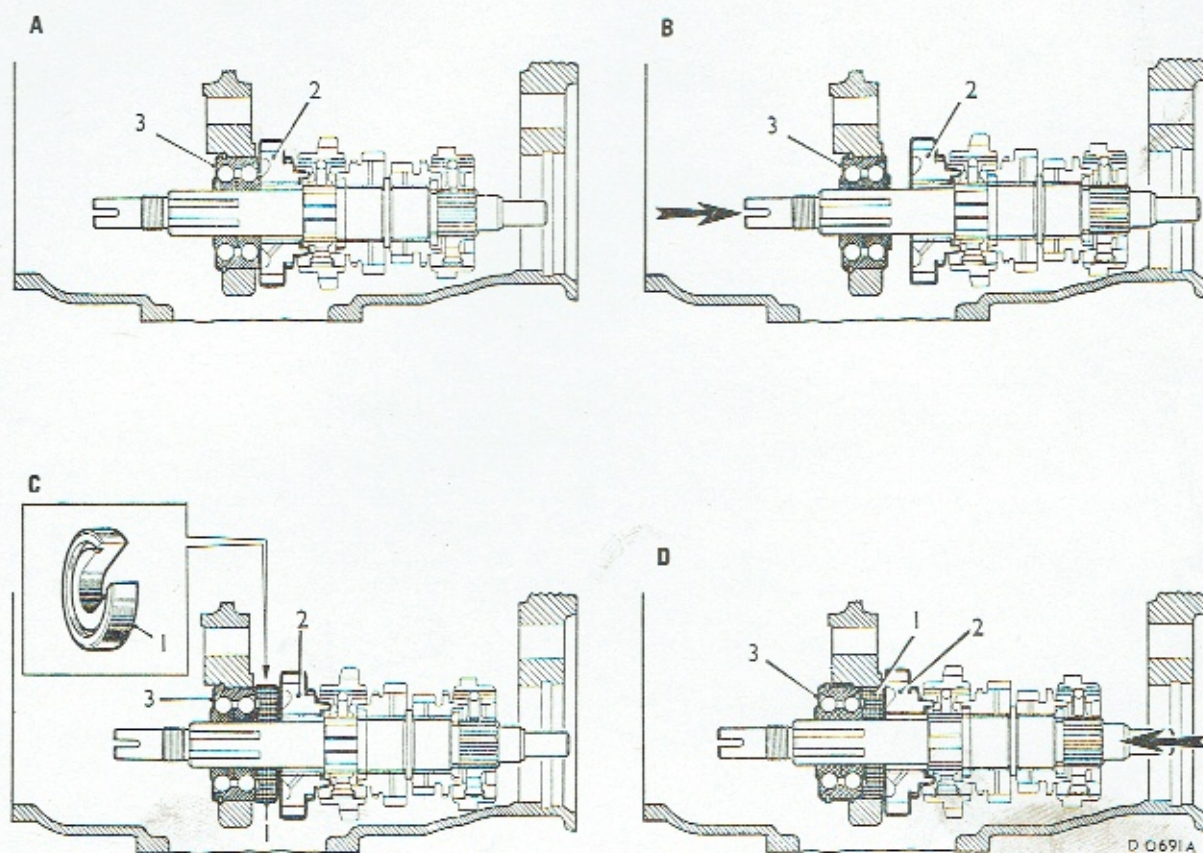

Fig. F.2
- 18) Der henvises til fig. F.2. Slå hovedakslen bagud, som vist ved pilen på B, til et specialværktøj (1) kan anbringes mellem første gearhjul (2) og lejet (3) som vist på C. På 3-trins synkromesh gearkasser bruges 18G613 og på 4-trins gearkasser 18G1127 med den underdrejede side mod lejet. Der må ikke byttes om på disse to stykker værktøj, da lejet eller huset i så fald beskadiges. Slå hovedakslen fremad som vist på D, så lejet (3) skubbes væk fra støttevæggen; pas på ikke at beskadige vælgergafflerne. Træk lejet af akslen og løft akslen af huset.